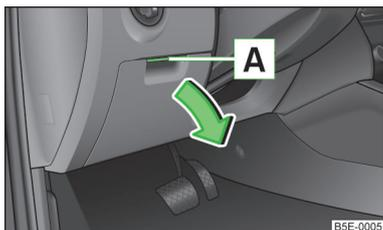

Abb. 66
- › Den Griff **A** » Abb. 66 anheben und das Fach in Pfeilrichtung aufklappen.